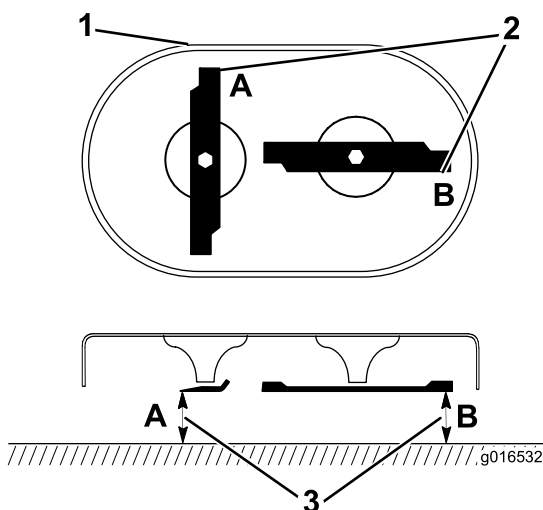

Figura 43
1. Rode as lâminas para a posição que se mostra na Figura 43.
2. Meça a partir de uma superfície nivelada até às extremidades de corte nos locais **A** e **B**, (Figura 43) e anote ambas as dimensões.
3. Rode as lâminas de forma a que as extremidades opostas se encontrem nos locais **A** e **B** (Figura 43).